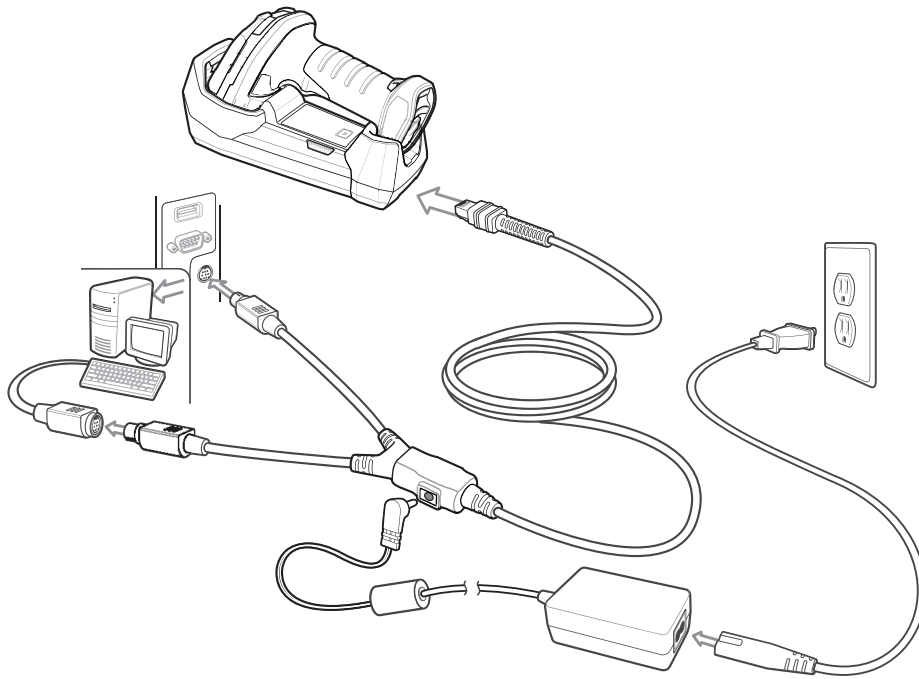

図 12-1 Y ケーブルによる DS3678 への キーボード インタフェース 接続
- ✓ **注** 必要なインタフェース ケーブルは、設定によって異なります。図 12-1 のイラストに示したコネクタは、あくまでも例です。コネクタはイラストと異なる場合がありますが、クレードルを接続する手順は同じです。